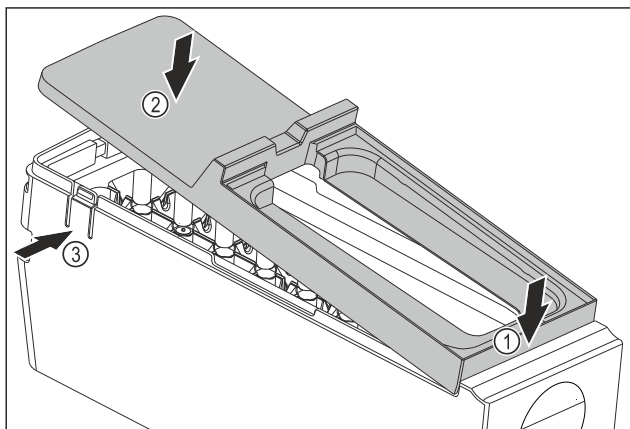

Fig. 99
- Monter dekselet til hoveddelen til EasyTwist-Ice: Fest dekselet foran. Fig. 99 (1)
- Senk dekselet bak. Fig. 99 (2)
- ▷ Dekselet går hørbart i inngrep i begge tappene Fig. 99 (3).